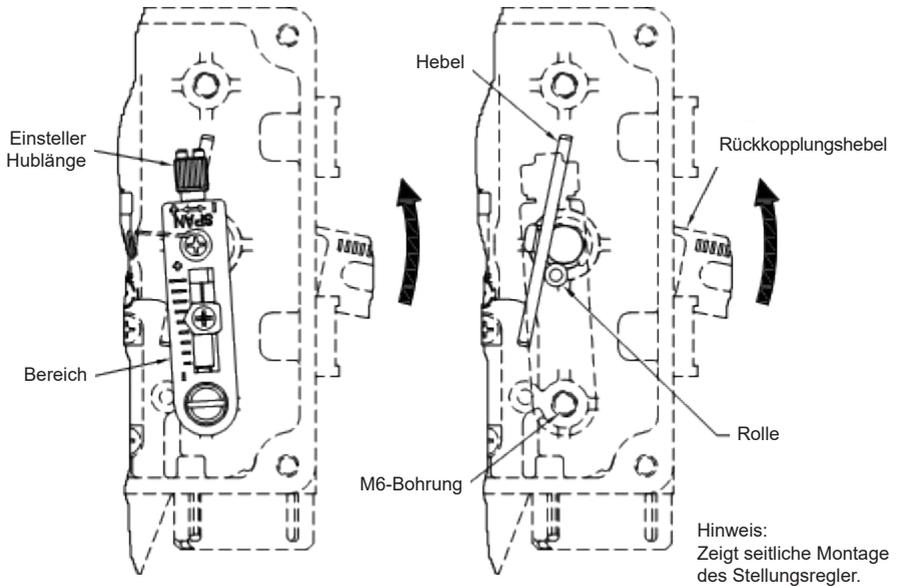

Abb. 17 Montage Hebel (in untere M6-Bohrung)
Mittige Montage - Montieren Sie den Hebel in die untere M6-Bohrung, siehe Abb.17 wenn bei Druckausfall die Antriebsspindel nach unten fährt (Antrieb DA).
2. Seitliche Montage - Montieren Sie den Hebel in die untere M6-Bohrung, siehe Abb.17 wenn bei Druckausfall die Antriebsspindel nach oben fährt (Antrieb RA).